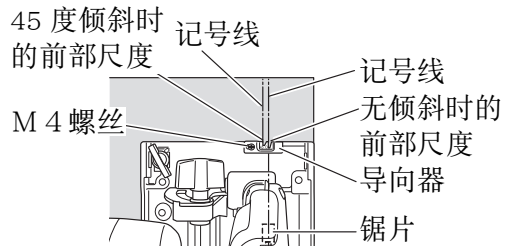
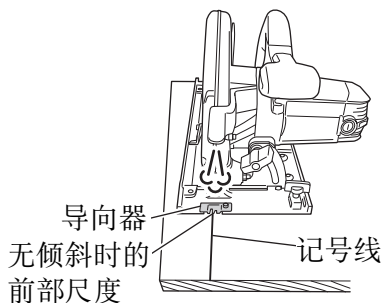
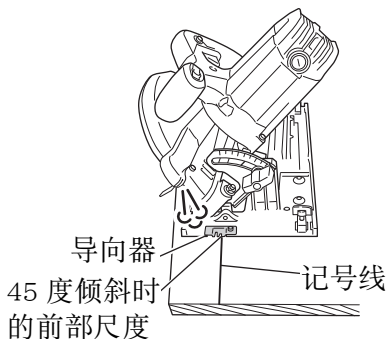

图 9
图 11
图 12
圆锯机从工厂出货后，导向器上的前段线性比例尺会与锯片的中央部位对准（图 9）。
1. 将底座置于工件材料上方，然后在底座前方，将锯片及导向器前段线性刻度尺对准于记号线（图 9）。
底座无倾斜角度时，请使用大截面部位以做为导引之用（图 9 和图 11）。
如果有倾斜角度（45 度）时，请以小的前段刻度尺做为导引之用（图 9 和图 12）。